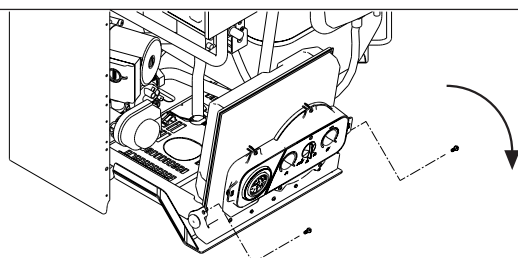

Fig. 3.4
- dévisser les vis de fixation du panneau de commande et le pivoter (fig. 3.4),